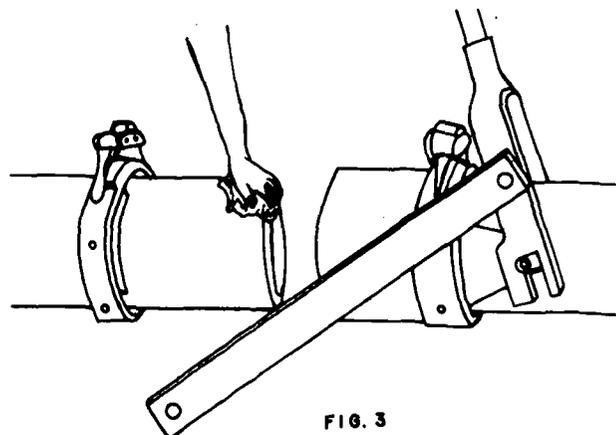

FIG. 3
7.º Passo – Limpe a ponta e bolsa com solução limpadora (fig. 3).